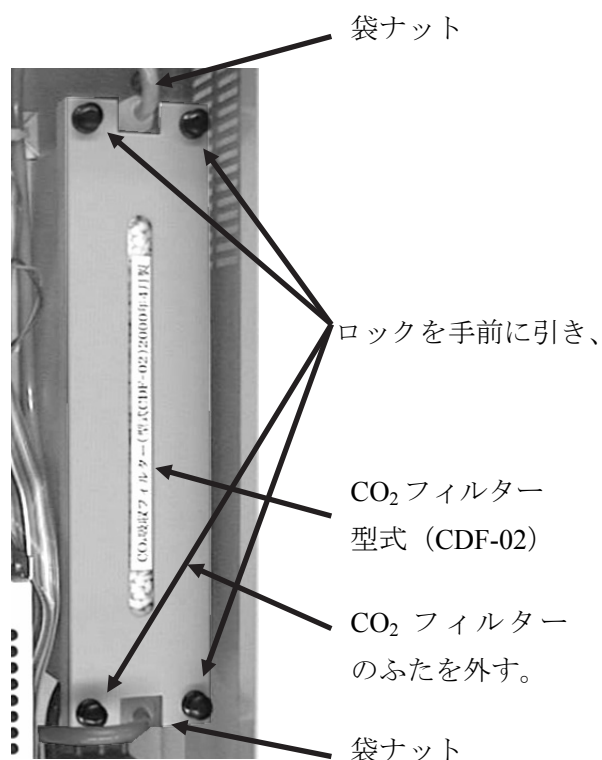

図 14 CO₂ フィルタのはずしかた
- ① 扉を開けます。
- ② 図 14 の通り、ロックを手前に引き、CO₂ フィルタのふたをはずします。
- ③ CO₂ フィルタが出てきます。上下の袋ナットを反時計回りにまわしてはずします。
- ④ 新しい CO₂ フィルタの継手に袋ナットを取り付けます。
- ⑤ 元の通り CO₂ フィルタを中にいれ、CO₂ フィルタのふたを閉めます。ロックを押すことにより閉まります。
- ⑥ 扉を閉じます。